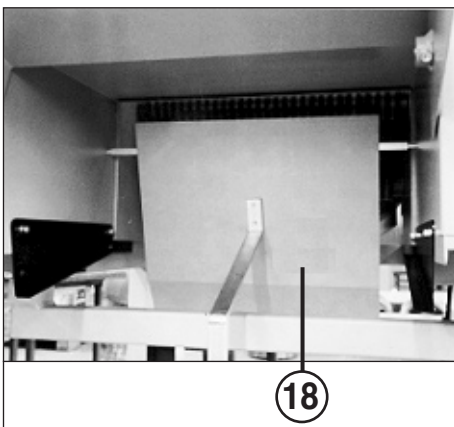

Fig. 3
- 18 = Chapaleta de mando "Recipiente lleno" (fig. 3)